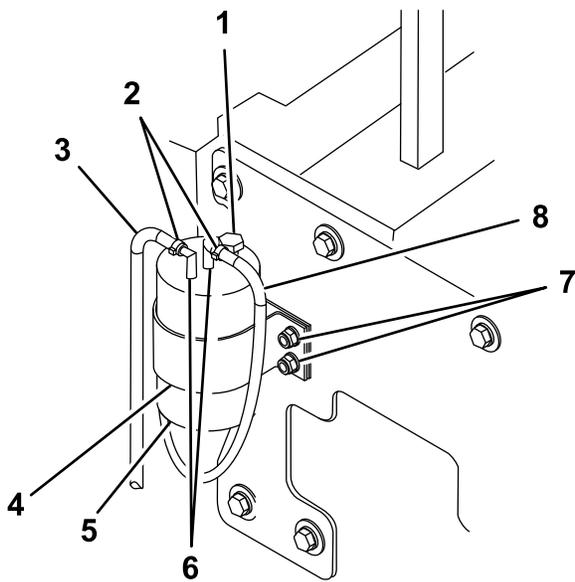

Figure 65
4. Localisez la cartouche de filtre à carburant/séparateur d'eau sur le côté avant droit de l'écran pare-chaleur du réservoir de carburant (Figure 65).
6. Desserrez les colliers qui maintiennent les 2 conduites de carburant (Figure 65).
7. Desserrez les 2 écrous qui fixent la sangle de retenue de la cartouche de filtre à carburant/séparateur d'eau et la cartouche aux goujons sur l'écran pare-chaleur du réservoir de carburant (Figure 65).